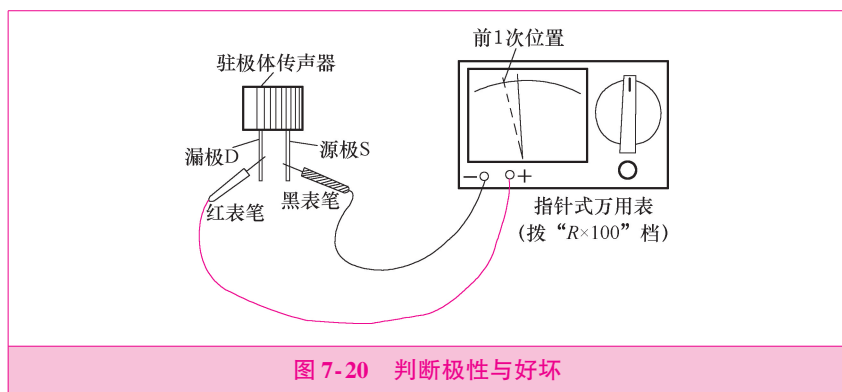

图 7-20 判断极性与好坏
1) 判断极性。由于驻极体传声器内部场效应晶体管的漏极 D 和源极 S 直接作为传声器的引出电极，所以只要判断出漏极 D 和源极 S，也就不难确定出驻极体传声器的电极。如图 7-20 所示，将万用表拨至“ $R \times 100$ ”或“ $R \times 1k$ ”档，黑表笔接任意一极，红表笔接另外一极，读出电阻值；对调两表笔后，再次读出电阻值，并比较两次测量结果，阻值较小的一次中，黑表笔所接应为源极 S，红表笔所接应为漏极 D。